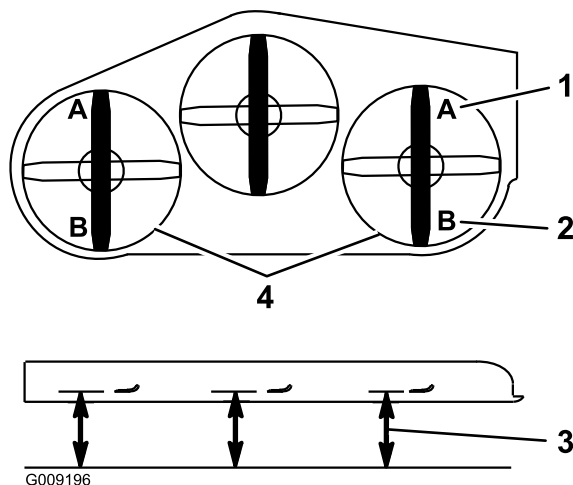

Figure 100
9. De chaque côté du tablier de coupe, mesurez la distance entre la surface plane et la pointe avant de la lame (position A), comme montré à la Figure 100.
15. De chaque côté du tablier de coupe, mesurez la distance entre la surface plane et la pointe arrière de la lame (position B), comme montré à la **Figure 100**.